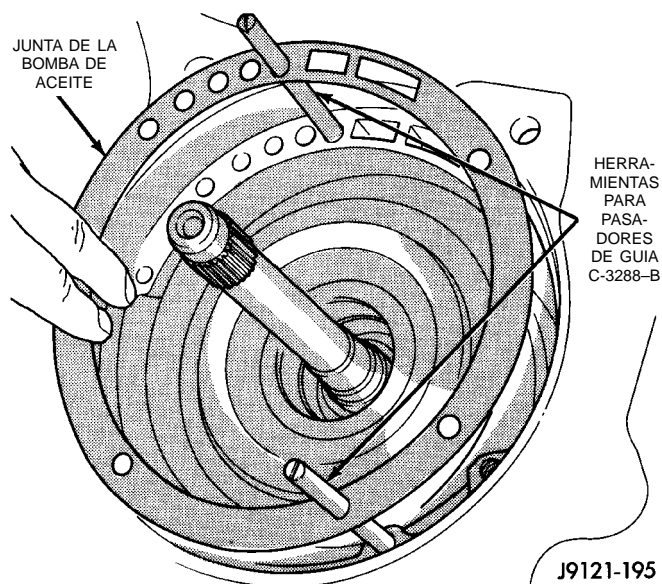

Fig. 135 Instalación de los pasadores de guía y la junta de la bomba de aceite
(25) Enrosque dos Herramientas para pasadores de guía C-3288-B en los orificios para pernos en el reborde de la bomba de aceite (Fig. 135).
(26) Alinee e instale la junta de la bomba de aceite (Fig. 135).